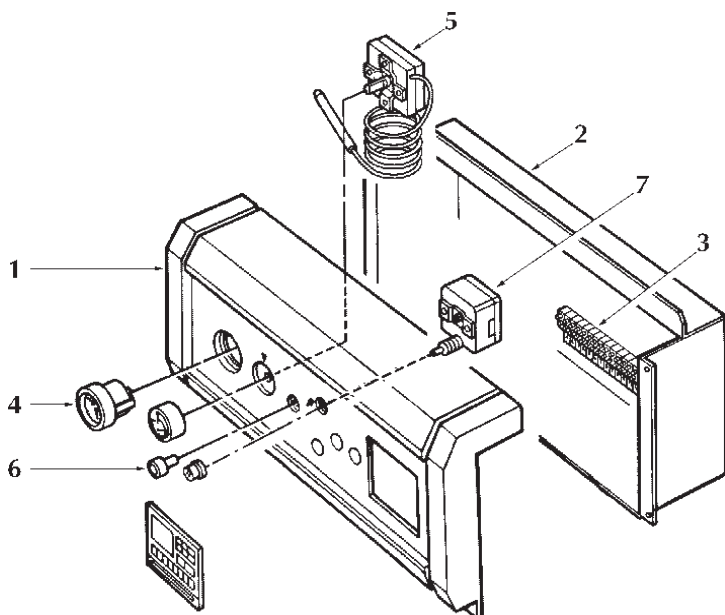

Рис. 7
4.03 Схема пульта управления (рис. 7)